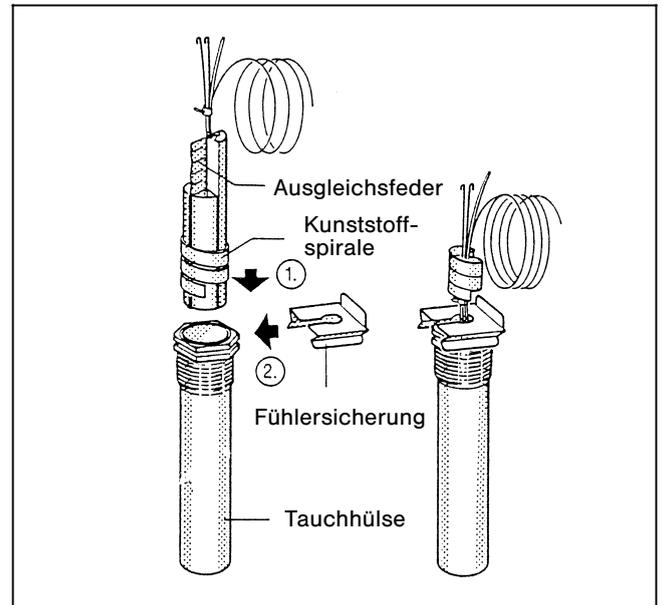

Abb. 9 – Prinzipabbildung
- Die Kunststoffspirale – zum Zusammenhalten der Fühler – schiebt sich beim Einstecken automatisch zurück (Abb. 9).
Um den Kontakt zwischen Tauchhülse und Fühlerflächen zu gewährleisten und somit eine sichere Temperaturübertragung herzustellen, muß die Ausgleichsfeder zwischen den Fühlern eingeschoben sein (Abb. 9).
- Fühlersicherung von der Seite oder von oben auf den Tauchhülsekopf drücken (Abb. 9).